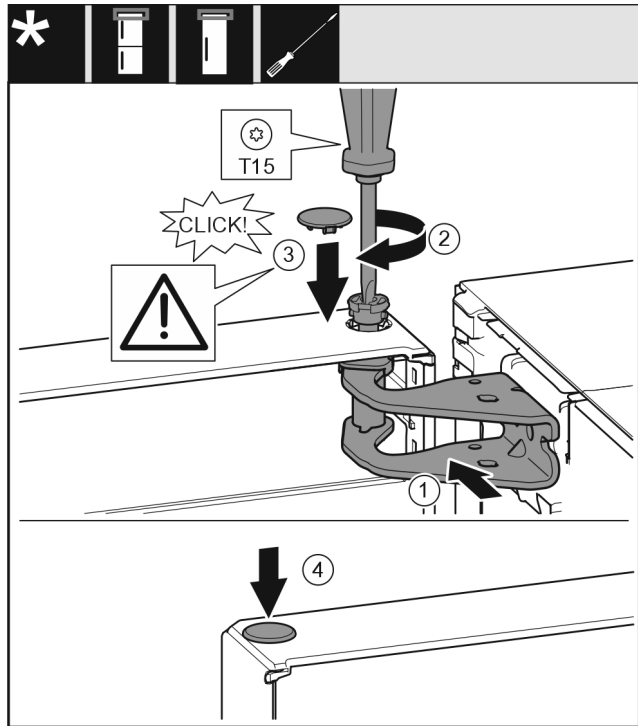

Fig. 49
- ▶ Tür oben zur Öffnung im Lagerbock Fig. 49 (1) ausrichten.
- ▶ Bolzen Fig. 49 (2) einsetzen und mit Schraubendreher festschrauben.
- ▶ Abdeckung Fig. 49 (3) einsetzen.
- ▶ Kontrollieren, dass die Abdeckung Fig. 49 (3) auf der Tür aufliegt.
- ▶ Abdeckung Fig. 49 (4) einsetzen.